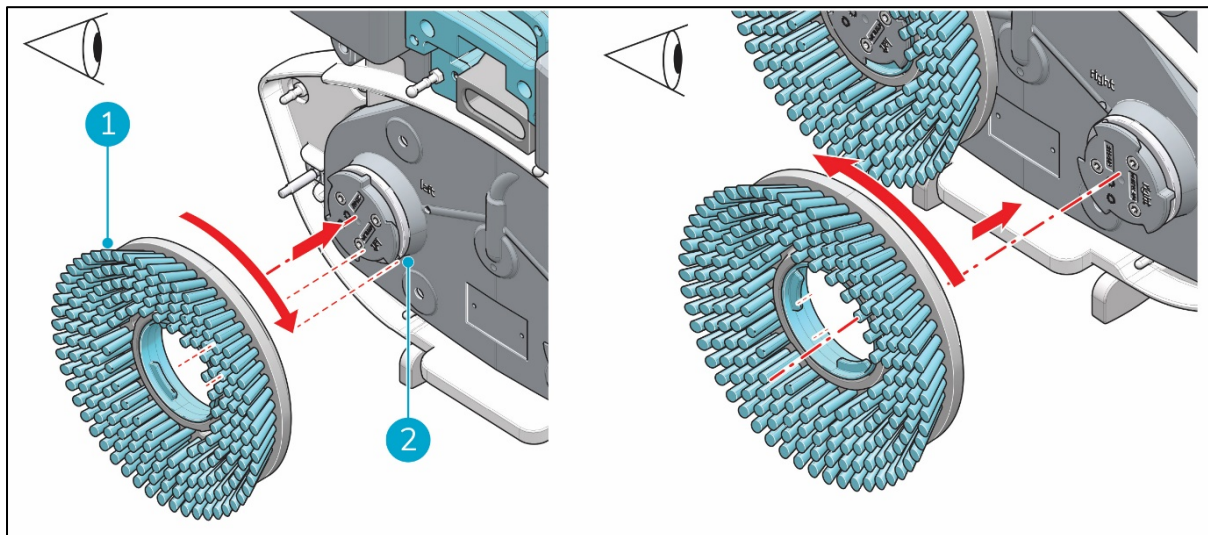

Figura 9
3. Alinea el cepillo izquierdo (Figura 9, pos. 1) con el disco del motor izquierdo (Figura 9, pos. 2). Alinea las pestañas y las muescas del cepillo con las del disco del motor.